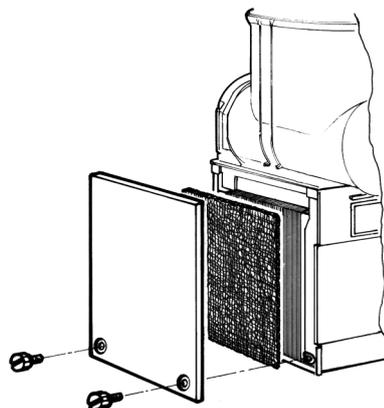

figura 18
- 2 Ogni mese sui modelli MT 2 ed MT 3:** eliminare la polvere accumulata sul filtro del condensatore. Un filtro ostruito riduce le prestazioni e può provocare un malfunzionamento del compressore. Smontare il solo pannello sinistro (dal lato rubinetto) svitando a mano le viti di fissaggio ricoperte in plastica (vedere figura 18).